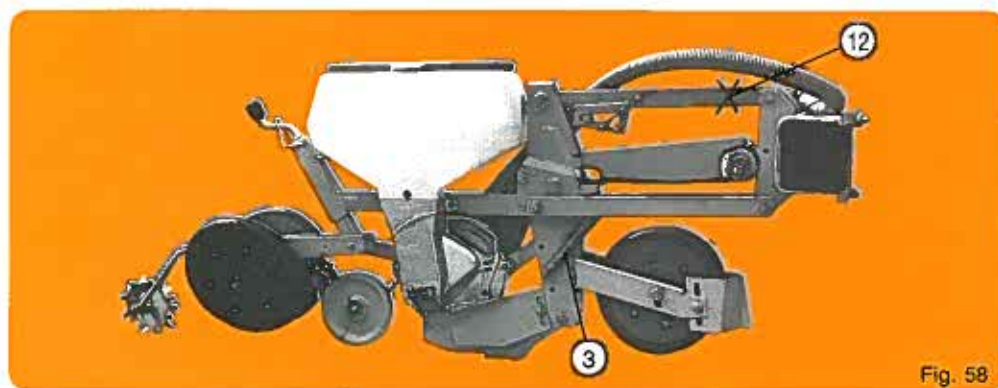

Fig. 58
- Bloc arrière à roues inclinées autonettoyantes 300×40 (fig. 58) ou 300×20 sur demande. Ce bloc a la particularité de pouvoir être utilisé de 2 façons.
- Soit avec roues inclinées reculées et roulette intermédiaire (fig. 58).
- V self-cleaning rear press wheel 300 × 40 (12 × 1 1/2") (fig. 58) or 300 × 20 on request. This assembly can be used in 2 different ways :
- Either with v press wheels in rear position and intermediate press wheel (fig. 58).
- Schrägandruckrollen mit selbstreinigenden Gummireifen 300 × 40 (Abb. 58) oder 300 × 20 auf Wunsch.
- Hintere Schrägandruckrollen in Verbindung mit mittlerer Andruckrolle (Abb. 58).
- Bloque trasero de ruedas inclinadas autolimpiantes 300 × 40 (fig. 58) ó 300 × 20 sobre demanda.